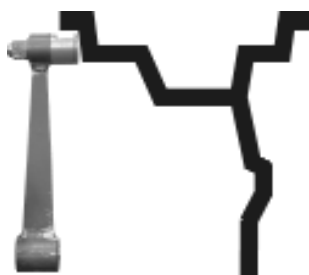

Рис. 18.2
18.3.4. Выдвинуть штангу установки геометрических параметров и подвести ее палец к внутренней поверхности закраины обода в место установки грузов, рис. 18.2. и нажать кнопку "С". Параметр Pd общий для режимов 1и2.